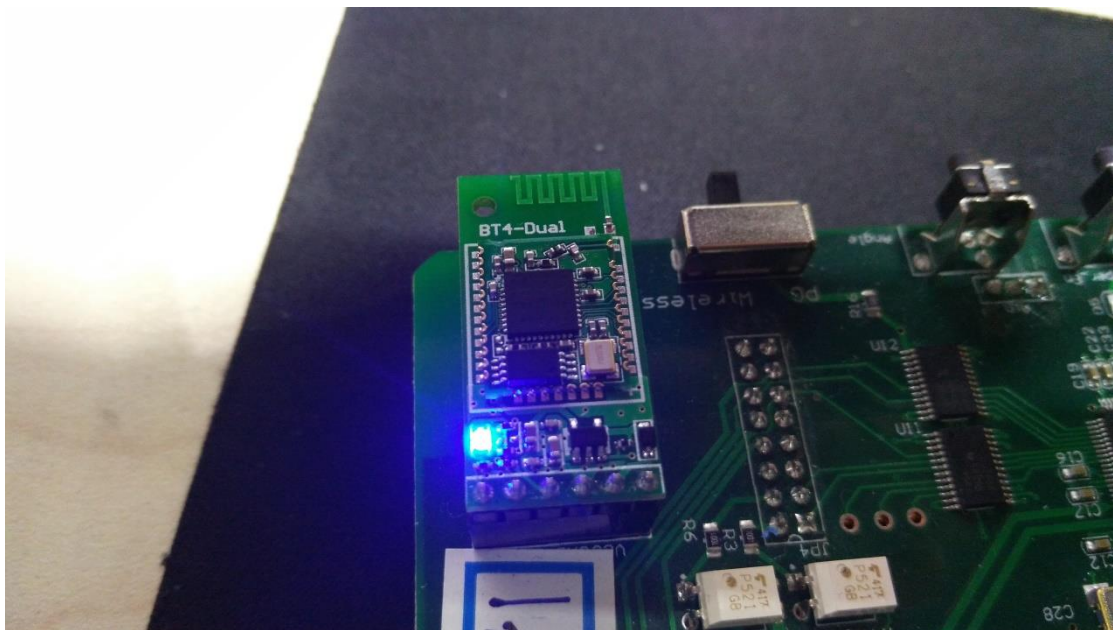

图 3 模块上电
2. 焊盘短接后，将蓝牙模块插入到控制板中，如图 3 所示。若蓝牙模块的蓝色 LED 灯常亮，则说明焊盘短接成功；若蓝色 LED 闪烁，则说明焊盘未短接成功，请重复步骤 1。